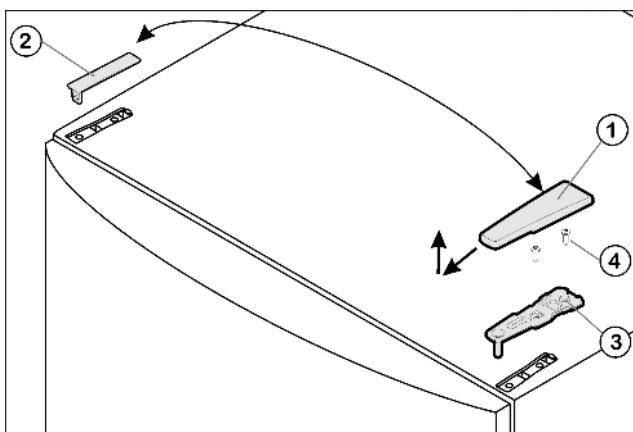

Fig. 4
- Потяните крышку Fig. 4 (1) вперед и вверх.
- Снимите крышку Fig. 4 (2).
- Открутите верхний опорный кронштейн Fig. 4 (3)(2 шт. Torx® 25) Fig. 4 (4) и вытяните вверх.
- ▶ Установите верхний опорный кронштейн Fig. 4 (3) на новой стороне шарнира и защелкните в дверце.
- ▶ Привинтите верхний опорный кронштейн (**с моментом 4 Нм**)(2 шт. Torx® 25) Fig. 4 (4). При необходимости проделайте отверстия или используйте аккумуляторную отвертку.
- ▶ Наденьте и защёлкните крышку Fig. 4 (1) и крышку Fig. 4 (2) на противоположной стороне снаружи.